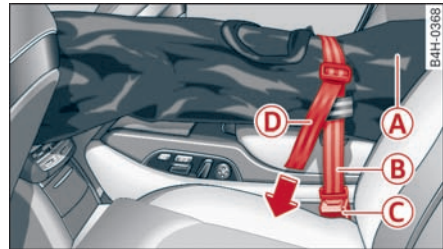

图 90 后座椅：固定袋子
- ▶ 将滑雪板的尖端向前放入袋子 ⇨ 。前端的连接部分必须直接位于袋子的固定袋后面 (A) ⇨ 图 90。
- ▶ 将袋子的固定带 (B) 插入中间锁扣 (C) 中 ⇨ 图 90。
- ▶ 拉紧固定带 (D)。或